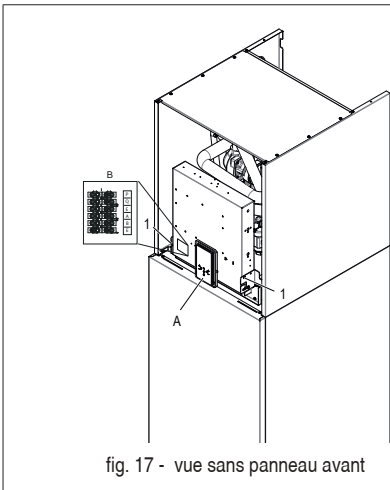
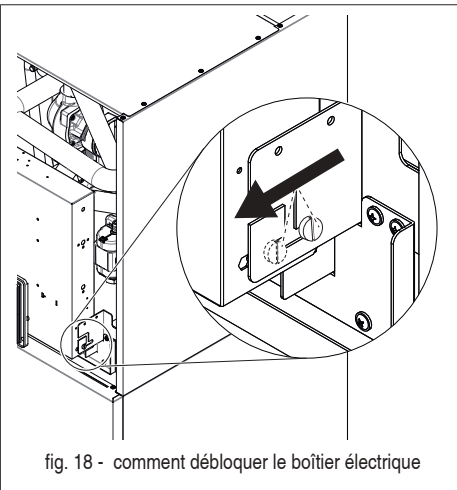
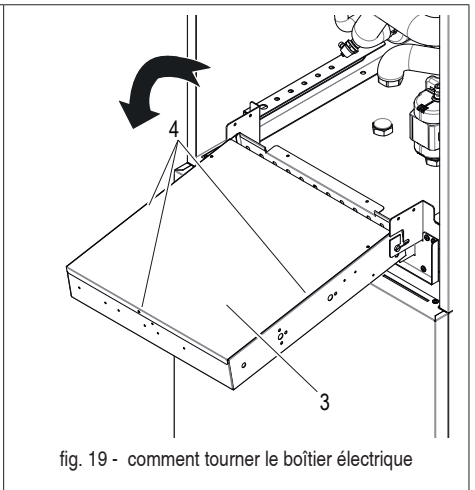

fig. 17 - vue sans panneau avant
fig. 18 - comment débloquer le boîtier électrique
fig. 19 - comment tourner le boîtier électrique
Pour accéder aux bornes de l'unité intérieure, dévisser les deux vis (réf. 1 - fig. 17) sous le boîtier électrique, saisir ensuite le boîtier électrique et le débloquer (fig. 18), puis tourner en avant (fig. 19). Retirer la plaque arrière (réf. 3 - fig. 19) fixée avec 3 vis (réf. 4 - fig. 19).
- A Panneau de l'écran et clavier (fig. 17)
Le bornier (réf. B fig. 17) se trouve sur le côté gauche du boîtier électrique de la chaudière. Le bornier est de type domino mâle-femelle. Une étiquette signalétique des 6 bornes disponibles est présente sur le côté du bornier.